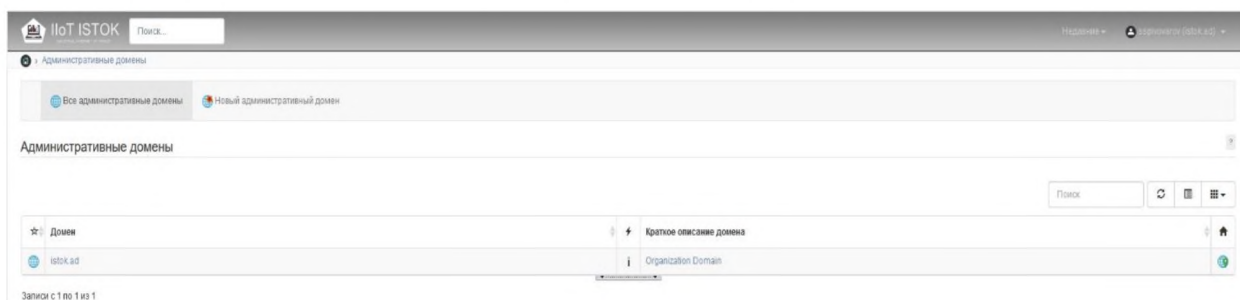

Рисунок 8 – Выбор домена
- 2) Выберите название домена в столбце *Домен* (рис. 8).